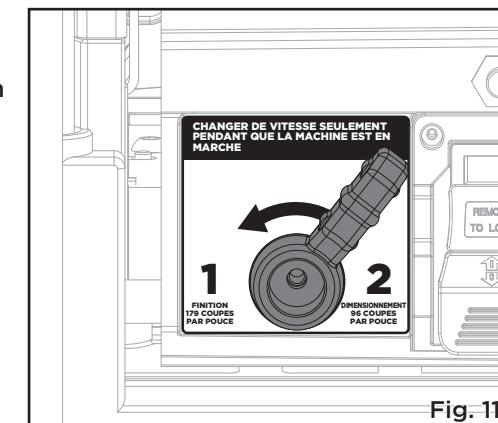

Fig. 11
- Mettez l'interrupteur en position d'arrêt (O).
**SÉLECTION DE VITESSE (Fig. 11)**